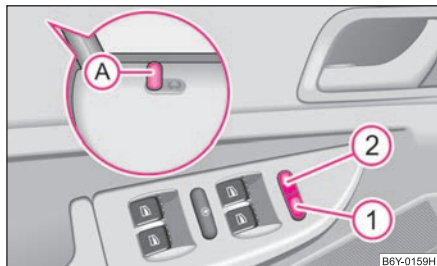

Fig. 23 Touches du verrouillage centralisé
Le bouton de sécurité **A** dans la portière se lève ou s'abaisse lors du déverrouillage ou du verrouillage ⇒ page 35, fig. 23.
- avec les boutons de sécurité dans les portières avant (A) ⇒ page 35, fig. 23 (verrouillage uniquement),
Si la protection Safe est mise hors service, le témoin de contrôle à côté du bouton de sécurité (A) ne clignote pas dans la portière du conducteur ⇒ page 35, fig. 23. Cela n'est pas valable dans le cas d'une alarme antivol* activée, car le témoin indique que le système est actif.
- Enfoncez la touche ① ⇒ fig. 23 ou le bouton de sécurité A dans la portière avant.
- Appuyez sur la touche ② ⇒ fig. 23.
- La figure représente ⇒ fig. 23 l'utilisation des véhicules équipés d'une commande Confort pour les fenêtres* ⇒ page 40. ■